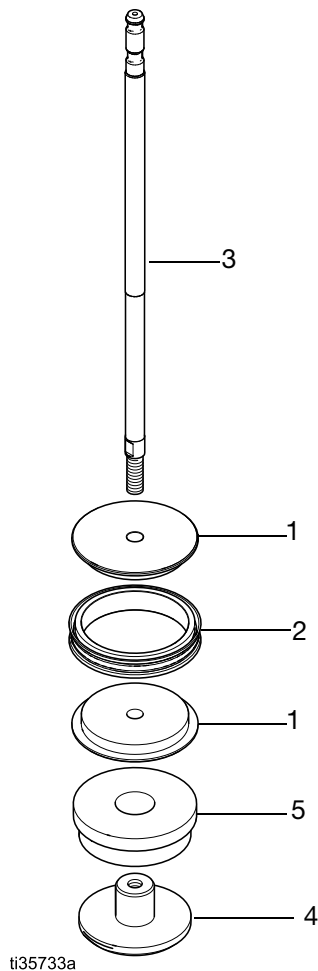

ABB. 5. Kolben demontieren oder zusammenbauen
Siehe ABB. 5, Seite 10.
1. Die zwei Hälften des Kolbens (1) rund um die Kolbendichtung (2) setzen und einrasten lassen. Siehe ABB. 5.
2. Tragen Sie hochfestes (rotes) Loctite® 268, 263 oder 2760 auf das Gewinde des Außendurchmessers an der Stange (3) auf, und zwar 360° um das Gewinde herum. Stange (3) durch Kolben (1) und Distanzstück (5) in Kolbenmutter (4) schrauben. Die Kolbenmutter (4) mit 129-135 N•m (95-100 ft-lb) festziehen. Das Abdichtmittel muss vor dem Einsatz mindestens 12 Stunden lang aushärten können.